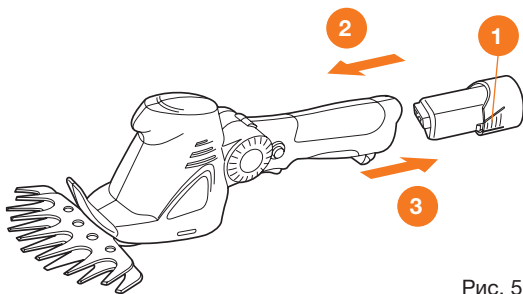

Рис. 5
1. Установите аккумуляторную батарею в разъем рукоятки инструмента по стрелке **2** до щелчка (Рис. 5).